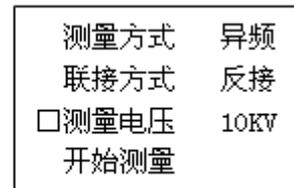

图 6 测量电压
3. 按“确认”键，光标进入“联接方式  正接”，按“**↑**”、“**↓**”键，则调整为“联接方式 反接”，按“退出”键，光标移至首位，再按“**↓**”键，将光标移至下一排“测量电压”前，见图 6 所示。